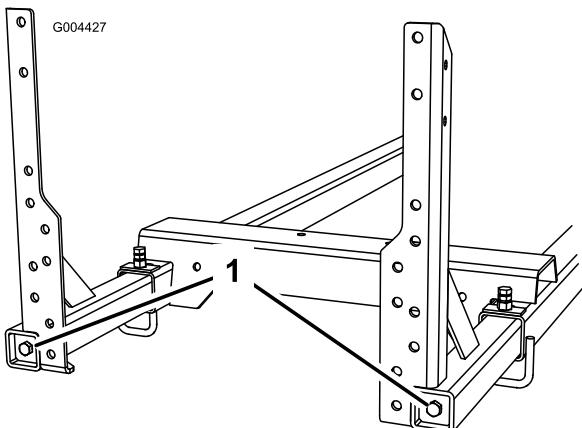

Bild 8
4. Ziehen Sie die Schrauben am Auslegerrahmen an (**Bild 8**) fest. Ziehen Sie die Schrauben mit 91-113 N m an.